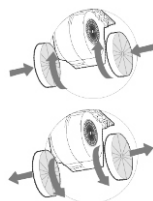

рис. 5
- угольные фильтры (рис. 5) устанавливаются на защитные решетки корпуса вентилятора;